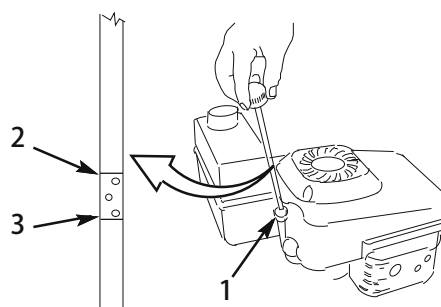

図10
6. ディップスティックの目印で油量を点検する（図10）。
使用ごとに、オイル量が ADD と FULL の間にあることをディップスティックで確認する（図10）。